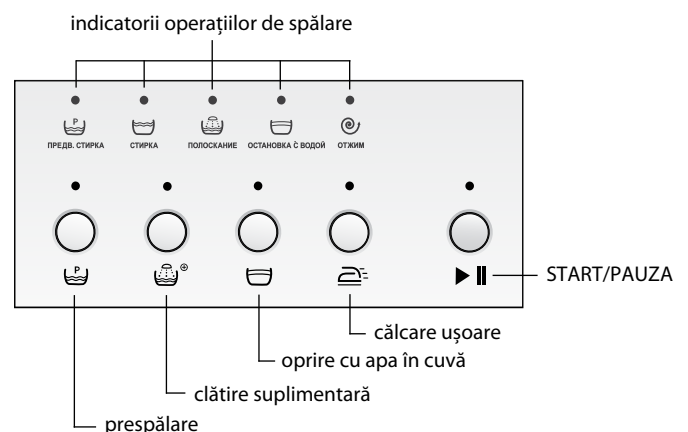

Figura 3 – Afişajul și butoanele de comandă
Fiecare buton are un indicator și este marcat cu simbol pe panoul de comandă, în conformitate cu Figura 3. Pentru a selecta funcția auxiliară dorită, apăsați butonul corespunzător.
**1.4.1** Pentru a selecta funcția auxiliară, apăsați butonul corespunzător acestei funcții – se aprinde indicatorul în conformitate cu Figura 3. La apăsare repetată, indicatorul de lumină se stinge, funcția se anulează.